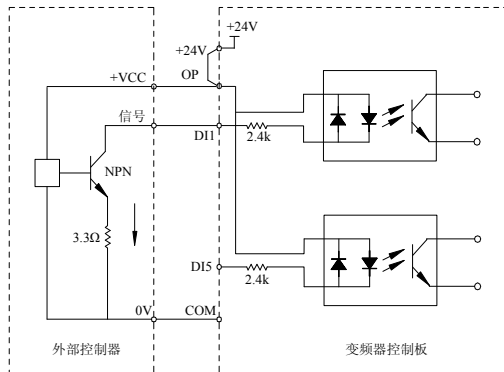

图 3-17 漏型接线方式
- 1) 一定要正确安装吸收二极管的极性。如图 3-17。否则当数字输出端子有输出时，马上会将直流 24V 电源烧坏。